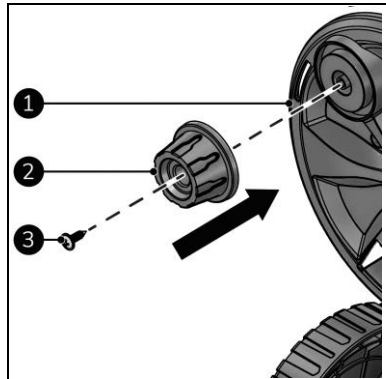

Abbildung 9
1. Befestigen Sie den Griff (Abbildung 9, Pos. 2) mit der ST4,8x16 Schraube (Abbildung 9, Pos. 3) an der Hochdruckschlauchtrommel (Abbildung 9, Pos. 1).